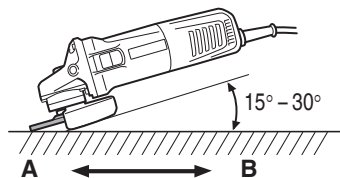

Fig. 4
4. Utilice el ángulo de amoladura apropiado. Realice la operación de amoladura con el borde de la rueda levantando la amoladora de 15 a 30°, como se muestra en la Fig. 4.
5. Mueva la amoladora en el sentido apropiado. Cuando utilice una rueda de disco abombado nueva en el sentido A (Fig. 4), el borde de la rueda puede cortar la pieza de trabajo. En este caso, realice la operación de amoladura en el sentido B (Fig. 4). Cuando se haya gastado el borde de la rueda, la pieza de trabajo podrá amolarse en ambos sentidos.